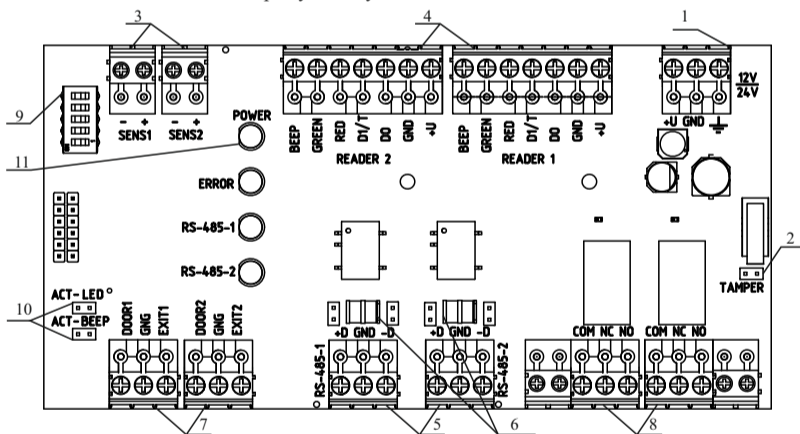

Рисунок 4 – Плата модуля внешних подключений контроллера
5.6 На модулях внешних подключений (рисунок 4) расположены: